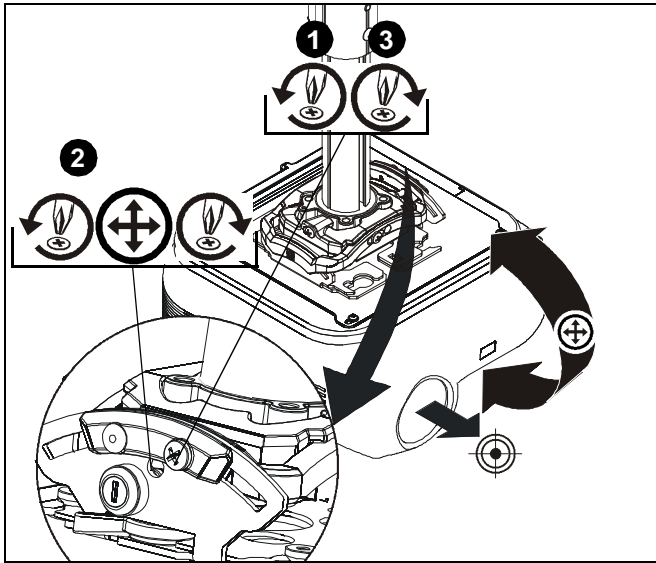

Figure 7
1. Desserrez la vis de blocage du réglage de l'inclinaison à l'aide d'un tournevis Phillips 2. (See Figure 7)
2. Tournez la vis de réglage micrométrique de l'inclinaison vers la droite ou la gauche à l'aide d'un tournevis Phillips 2 jusqu'à ce que l'image soit correctement alignée sur la cible. (See Figure 7)
3. Resserrez la vis de blocage du réglage de l'inclinaison à l'aide d'un tournevis Phillips 2. (See Figure 7)